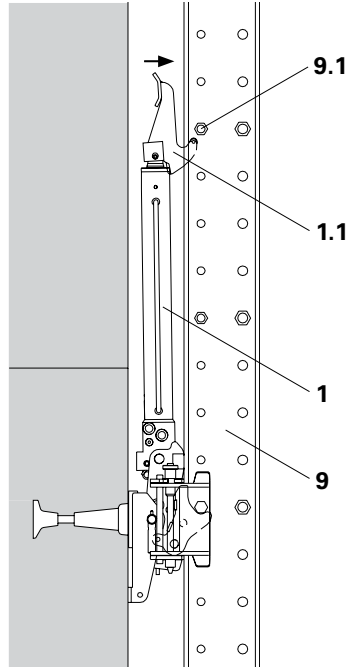

Fig. 62: Abatir la unidad de trepado manualmente hacia atrás
2. Si la garra no permanece en el riel: posicionar la garra (1.1) manualmente entre los perfiles del riel de trepado. (Fig. 62)